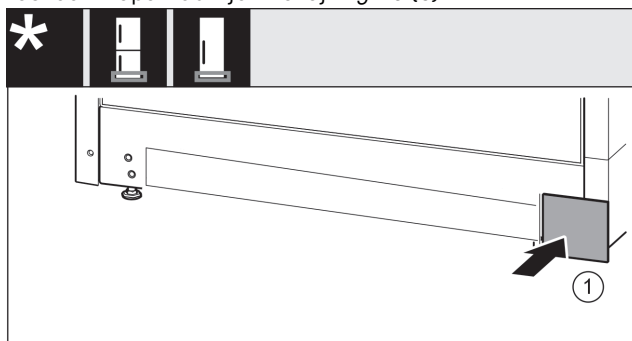

Fig. 14
- ▶ Oblogo ponovno namestite na drugi strani. Fig. 14 (1)